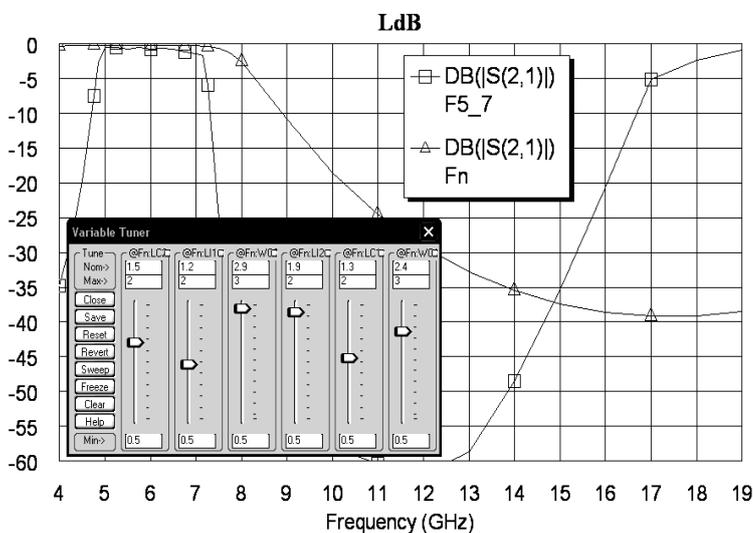

Рис. 3.194
12. Щёлкните по значку **Tune** на панели инструментов и, двигая движки переменных на блоке настройки, добейтесь подходящей характеристики фильтра нижних частот (рис. 3.194). Переменные получили значения: $LI1=1.2$, $LI2=1.9$, $LC1=1.3$, $LC2=1.5$, $WC1=2.4$ и $WC2=2.9$.